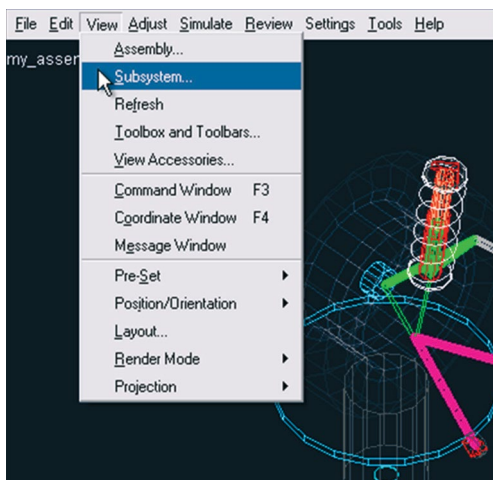

Figura 4.191 – Visualizando o subsistema suspensão.
- Na área de trabalho *Standard* do ADAMS/Car selecione o menu *View* → *Subsystem* (Figura 4.191).